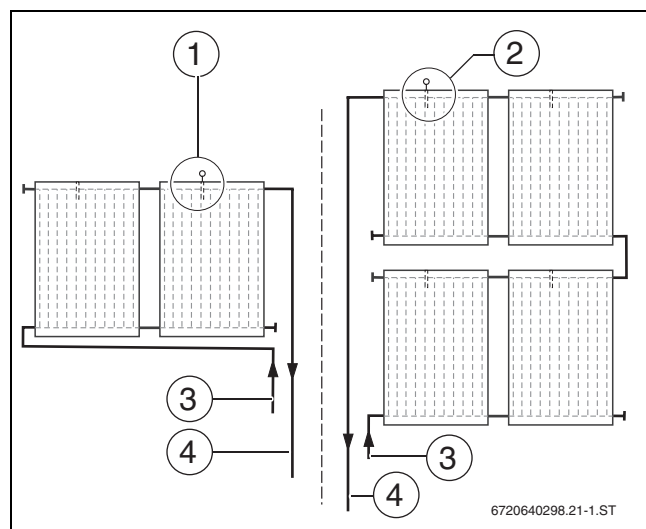

Fig. 57 Posizione della sonda del collettore
- Montare la sonda del collettore sul collettore con la mandata già collegata (→ fig. 57).